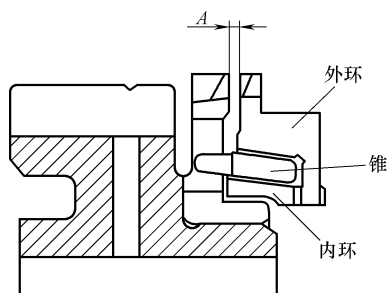

图 3-63 检查间隙 A
3) 安装外环、内环、锥环，将其压在齿轮上，如图 3-63 所示检查“A”间隙，如果间隙小于极限值，则应更换。极限值：0.3mm。